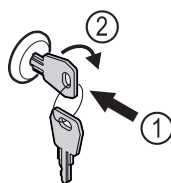

Fig. 206
- ▶ Πιέστε μέσα το κλειδί. Fig. 206 (1)
- ▶ Περιστρέψτε το κλειδί 90° δεξιόστροφα. Fig. 206 (2)